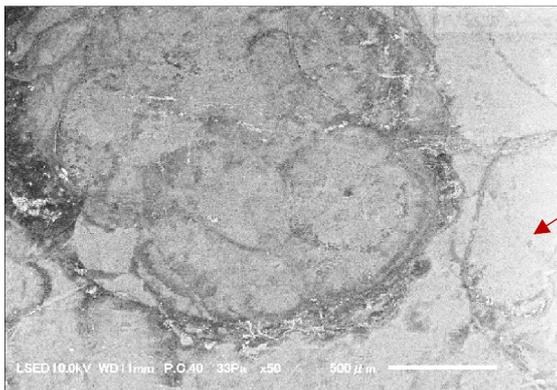

Fig.4 二次電子像
■ 走査電子顕微鏡では二種類の像で撮影しています。二次電子像(Fig.4)は表面の凹凸情報が得られますが、反射電子像(Fig.5)で観察することで、より鮮明に汚れを見ることができます。これは反射電子放出率が原子番号に依存するため、得られる組成コントラストによるもので、コップと組成が異なるものが付着していることを示しています。